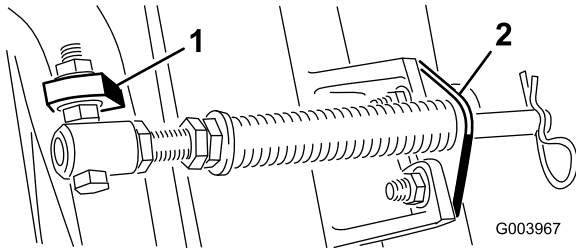

Figura 5
- C. Monte el perno del tubo del muelle a la otra pestaña del bastidor de tiro y fíjelo con la tuerca con arandela prensada. Coloque la cabeza del perno en el exterior de la pestaña, según se muestra en Figura 5.
- D. Monte el soporte de la varilla en las pestañas de la unidad de corte con los pernos de cuello cuadrado y las tuercas (Figura 5).